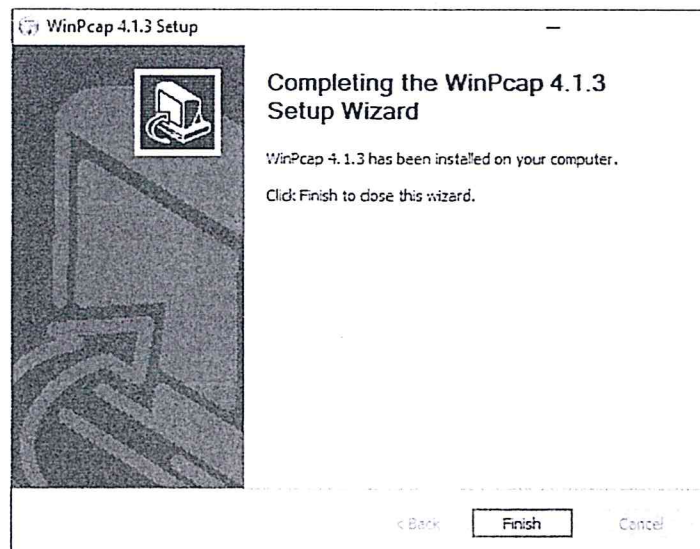

Рисунок 28 – Окно завершения установки
– для завершения установки дополнительных компонентов в появившемся окне (рисунок 28) необходимо нажать кнопку «Finish»;